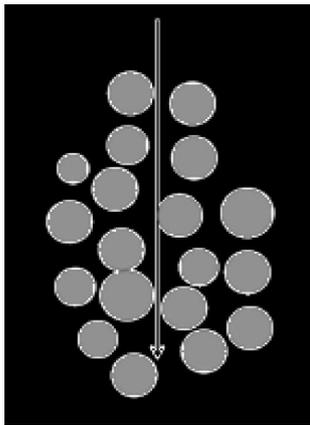

图1 检测针受到材料的摩擦力
为得到固定的动能, 可用固定质量的重物, 从固定高度做自由落体运动, 击打针/椎体。针/椎体受到摩擦力与进入材料的深度成正比,  $f=kh$  ( $k$ 为常数, 与材料性质有关)(如图1所示)将重物和针视为一个系统, 则根据能量守恒得到:  $MGH=fh$ , 其中  $f=kh$ ,  $MGH=kh^2$  常数  $k$  大小与材料性质与捣打密度有关, 捣打密度越高  $k$  值越大。综上所述, 针入式密度计深度与重锤之间的关系为:
(1) 防磁。电解厂房中存在较大磁场, 若检测设备受磁场影响, 则会影响检测结果;
(2) 不用电线。电解槽底部多为炭素材料, 容易导电, 若检测工具带有电线, 则存在安全隐患;
(3) 能够在不同平面上使用。若使用图1的原理设计针入式检测仪, 则该检测仪只能在水平面上进行检测。防渗材料在高于炭块表面后, 会捣打成斜面, 图1中的原型设备不能检测材料在斜面上的密度。